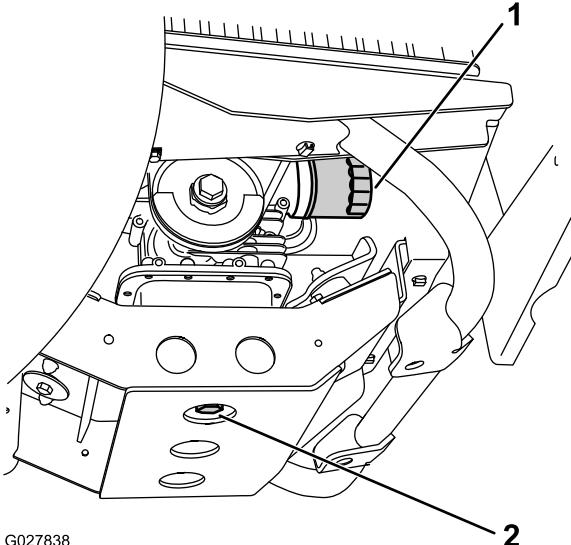

Рисунок 32
7. Подставьте под сливную пробку сливной поддон (Рисунок 32).
8. Снимите пробку сливного отверстия (Рисунок 32).
9. Установите пробку сливного отверстия и уплотнение (Рисунок 32) и затяните пробку с моментом 45–53 Н·м.
2. Снимите имеющийся масляный фильтр (Рисунок 32).
4. Наверните новый фильтр на переходник фильтра, пока прокладка не коснется монтажной пластины, затем затяните фильтр еще на $\frac{1}{2}$ – $\frac{3}{4}$ оборота (Рисунок 32).